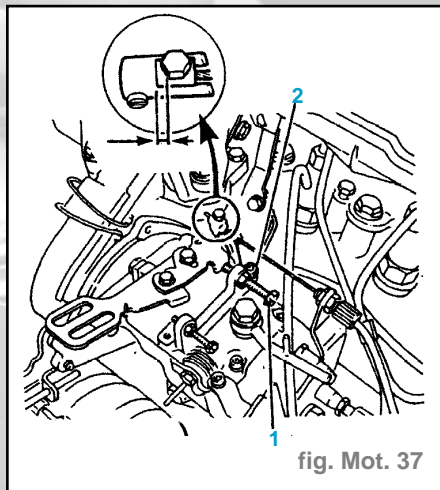

fig. Mot. 37
- La commande de ralenti accéléré doit être libérée, jeu (J) compris entre 5 et 6 mm (fig. Mot. 37).
- Desserrer la vis (1) de quelques tours (fig. Mot. 37).
- Régler le régime de ralenti en agissant sur la vis de réglage du ralenti (2) $800 - 50 / - 0$ tr/mn (775 ± 25 tr/mn XU D9/Y).